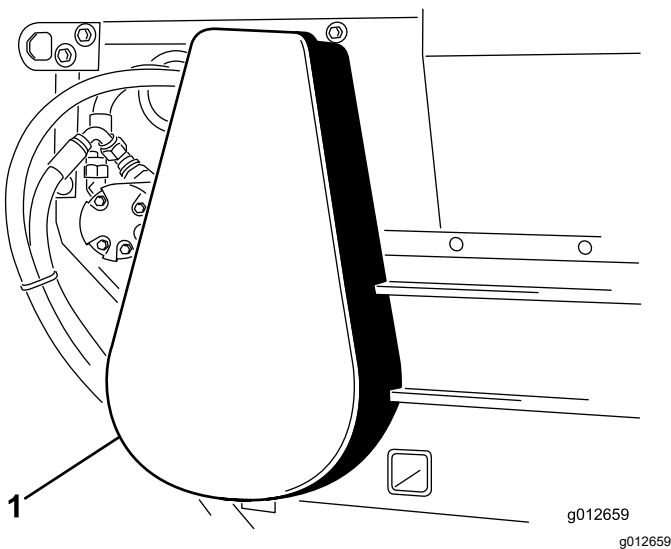

Bild 39
3. Setzen Sie die Kettenabdeckung auf (**Bild 39**).